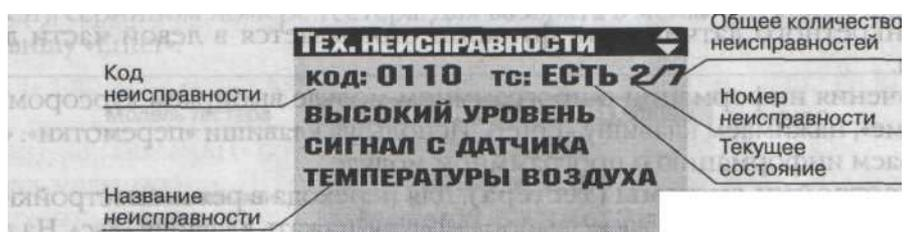

Рис. 35. Меню «Текущие неисправности»
Курсором выделяем строку с нужным параметром (рис. 31). Нажав клавишу «F2» можно просмотреть график изменения параметра при работающем двигателе (рис. 35), в координатах обороты (об/мин, мин¹) - время.
На дисплее появится окно «Тек. неисправности» (рис. 35) и будет дана информация о количестве неисправностей в памяти БУ (7), порядковом номере данной неисправности (2), коде неисправности (ОНО), текущем состоянии (ТС) данной неисправности (тс: ЕСТЬ или НЕТ).
На дисплее появится окно, полностью аналогичное рассмотренному (см. рис. 35), только вместо надписи «Тек. неисправности» будет надпись «Сохраненные неисправности».